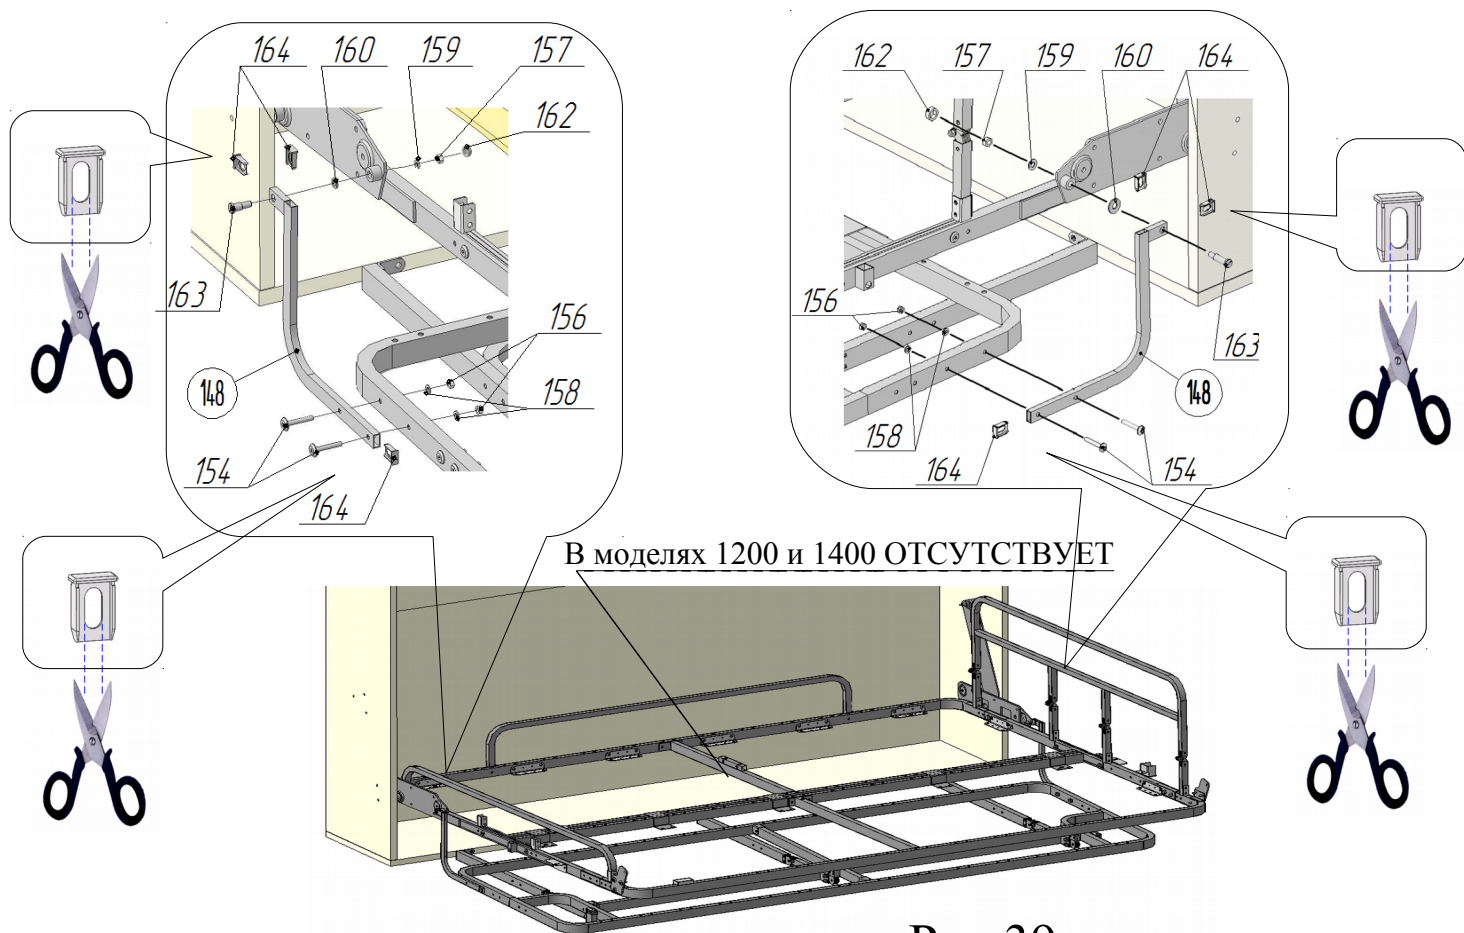

Рис.39
58. Надеть на матрас намотрасник и прикрепить его на каркас дивана. Надеть чехол на полученную сборку и закрепить его. В тяги-уголки поз.148 вставить заглушки 10x20 поз.164, предварительно расширив подрезанием места прохождения спецвинта поз.163 (рис.39). Присоединить тяги-уголки к дивану через чехол с помощью винтов М6х40 поз.154, шайб Ø6х18 поз.158, гаек М6 со стопорным кольцом поз.156 в соответствии с рис.39. Провести данную операцию слева и справа от рамы дивана.
59. Присоединить тяги-уголок поз.148 к пластинам механизма кровати через шайбу пластмассовую Ø10х18 поз.160, используя спецвинт поз.163, шайбу Ø8х18 поз.159 и гайку М8 со стопорным кольцом поз.157 (рис.39). Надеть на гайки колпачки большие поз.98.